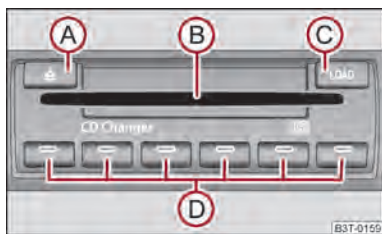

Abb. 136 CD-Wechsler
- Tippen Sie die Taste **C** ⇒ Abb. 136 und führen Sie die CD (Compact Disk) in den CD-Schacht **B** ein. Die CD wird automatisch auf die niedrigste freie Position im CD-Wechsler geladen. Die Leuchtdiode in der entsprechenden Taste **D** hört auf zu blinken.